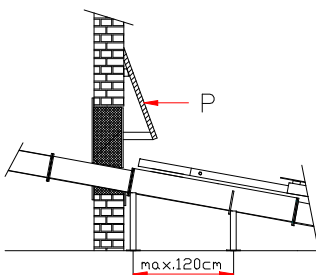

Fig. 7
11. Puntellare la coclea di estrazione nel magazzino con i sostegni in dotazione al centro della coclea di estrazione e davanti al passaggio nel muro - distanza massima tra i sostegni 120 cm. I sostegni devono trovarsi sulle flange, rispettivamente, ovvero sull'angolo di sostegno della coclea. Sottoporre delle basi per evitare la propagazione acustica. Regolare l'altezza dei supporti in modo tale che coclea poggi correttamente. Avvitare saldamente i sostegni a pavimento. Vedere fig. 7.
14. La tramezzatura (P) dell'apertura di ispezione, vedi fig. 7, deve essere realizzata dal committente e deve impedire la fuoriuscita accidentale di combustibile nel vano combustione. Montare una pendenza di assi di 3 cm di spessore a 40 cm dalla coclea di distribuzione, distante 40 cm dalla parete del magazzino e larga 80 cm, con un'angolazione di circa 20°. La struttura deve essere sufficientemente salda e sostenuta nella parte inferiore.
17. Eseguire il montaggio del rivestimento parete con apertura di ispezione come descritto di seguito. La tramezzatura montata nel magazzino (P), vedi fig.7, impedisce la fuoriuscita incontrollata del carburante stoccato in caso di apertura del foro d'ispezione.